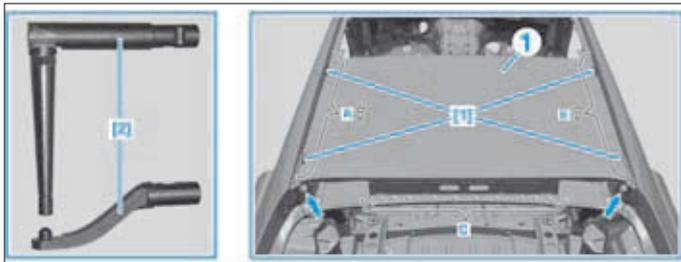

FIG. 149
• Poser le pavillon (1), l'ajuster avec des pièces intercalaires [1] et la fixer avec des agrafes à visser et des pinces de serrage (Fig.149).
• Souder par points électriques à l'aide d'un couple d'électrodes [2] dans les zones (C).